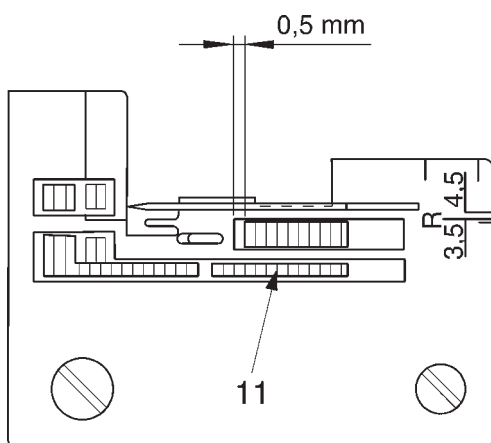

Рис. 13
При выборе максимальной степени собаривания и длине стежка “3” дифференциальный транспортер 11 должен находиться на расстоянии 0,5 мм от кромки прорези игольной пластины (рис. 13).
- Сместите дифференциальный транспортер таким образом, чтобы зазор между ним и кромкой прорези игольной пластины составлял 0,5 мм (рис. 13).